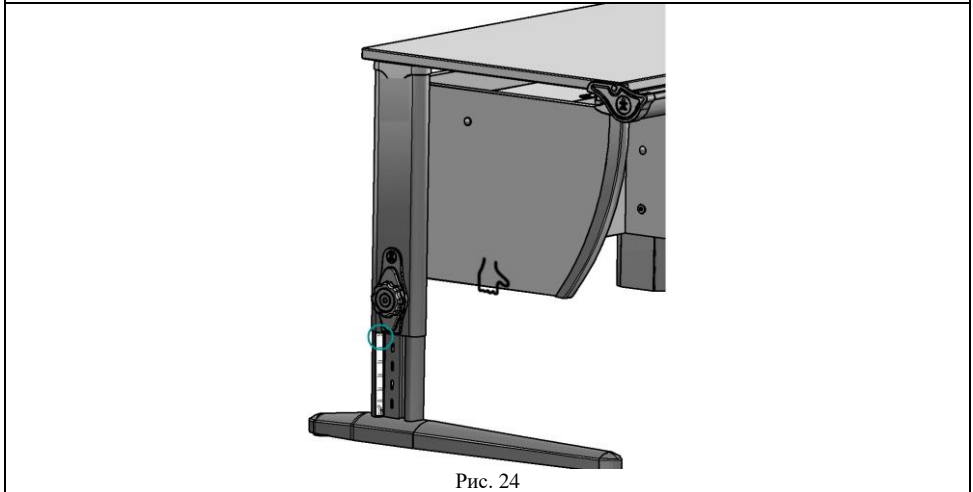

Рис. 24
**Примечание: При перемещении стола следует держат стол за стенки боковые ближе к стойкам согласно рис. 24.**